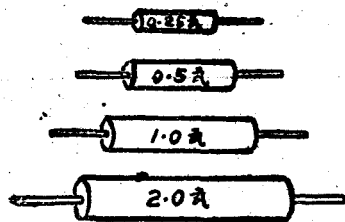

图7 电阻器的体积和瓦特数
电阻器的体积大小和通过的电流与两端的电压降有关，我们用功率的单位瓦特 (W) 来表示。体积大的功率大，体积小的功率小；从体积的外形上就可以辨别出来，如图 7 所示。放映扩音机上常用的有 0.25 瓦、 0.5 瓦、 1.0 瓦、 2.0 瓦等数种。修理时，应该采用与原来的尺寸相等的电阻器，如果找不到合适的，可以找较大功率的电阻器代用。